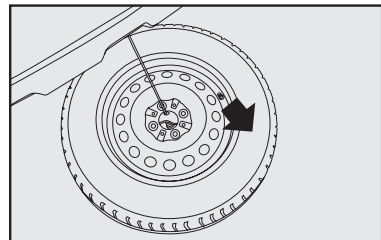

fig. 7
- Puxar a roda sobressalente no sentido da **seta-fig. 7**, retirando-a de debaixo do veículo.